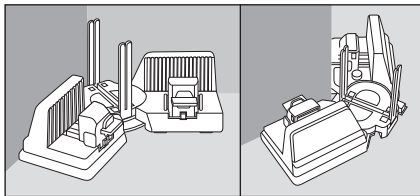

Fig. 4
- ◆ Așezați produsul într-un colț sau după colț pentru a măsura un unghi interior sau exterior. Brațele mobile **1** trebuie să fie orizontale față de perete (a se vedea fig. 4).